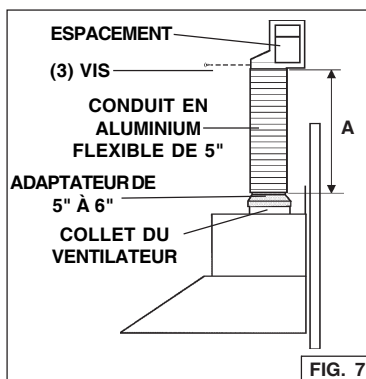

FIG. 7
1. Ne comptez pas le collet de refoulement ni le registre fournis avec la hotte. Installez l'adaptateur de 5" à 6" fourni avec le kit de recirculation non caréné. (Fig. 7).
3. Fixez le conduit en aluminium flexible à l'adaptateur de 5". Obstruez toutes les sections à l'aide du ruban du conduit. (Fig. 7)
4. Assemblez l'espacement de recirculation au conduit flexible. (Fig. 7).
5. Pour créer un espacement de recirculation, percez trois (3) trous de 1/16" de diamètre et situés à égale distance les uns des autres sur le conduit et le connecteur du conduit. (Fig. 7)
6. Fixez le conduit au connecteur de l'espacement au moyen de trois (3) vis à tête (pas fournies). Bouchez toutes les sections à l'aide du ruban du conduit. (Fig. 7)